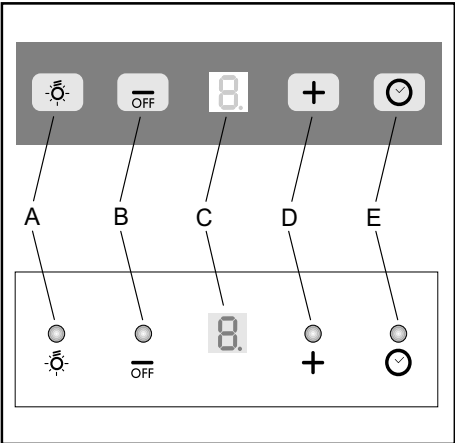

Fig.18
COMANDI (Fig.18):
- **Saturazione filtri Antigrasso/Carbone attivo:** Fig.18- Quando il display **C** lampeggia alternando la velocità d'esercizio con la lettera **F** (es.1 e **F**) i filtri **antigrasso**